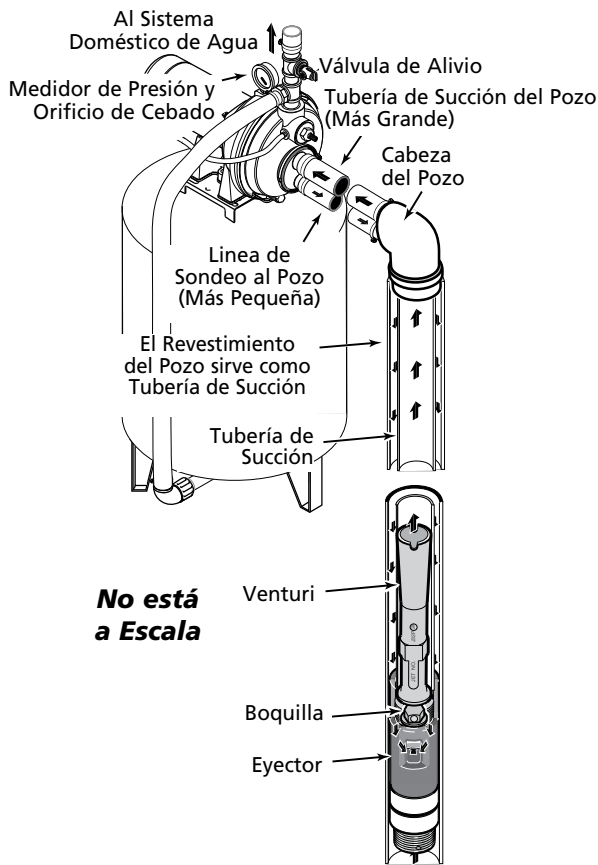

Figura 9 – 2 pulg. (Tubo Sencillo) Pozo Profundo
De un pozo nuevo profundo pozo de 2" (Figura 9)
2. Arme el paquete de eyector Berkeley modelo BK4840 (se vende por separado), la tubería del pozo y el adaptador de la cabeza del pozo siguiendo las instrucciones incluidas en el kit de eyector (Vea la Figura 9). Utilice tubo galvanizado de caída con juntas invertidas para lograr un flujo adecuado. Siga las instrucciones incluidas en el kit para ajustar la boquilla y el venturi a las condiciones de su pozo.